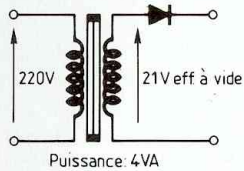

Fig. 2
N.B. : Le chargeur (chez Yaesu) est constitué comme suit (fig. 2).